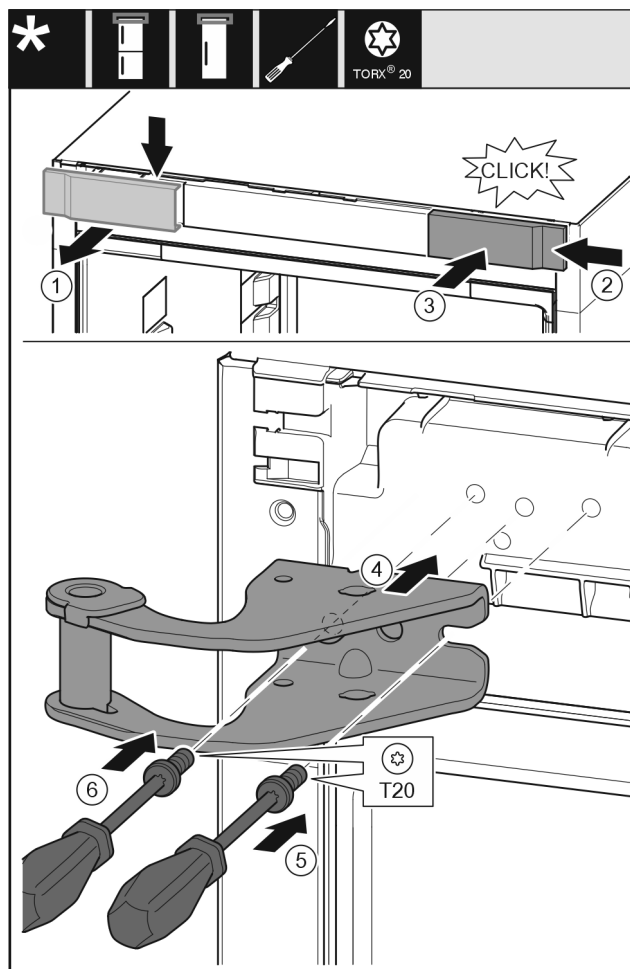

Fig. 12
- ▶ Wyjąć osłonę od góry do przodu. Fig. 12 (1)
- ▶ Osłonę obróconą o 180° założyć z drugiej strony od prawej. Fig. 12 (2)
- ▶ Zazębić osłonę. Fig. 12 (3)
- ▶ Założyć górną płytkę zawiasu. Fig. 12 (4)
- ▶ Śrubę założyć przy pomocy śrubokręta T20 i mocno dokręcić. Fig. 12 (5)
- ▶ Śrubę założyć przy pomocy śrubokręta T20 i mocno dokręcić. Fig. 12 (6)